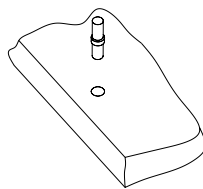

Рис.3
3. Установите полкодержатели в плоскостные отверстия деталей 2, 3 (Рис. 3).